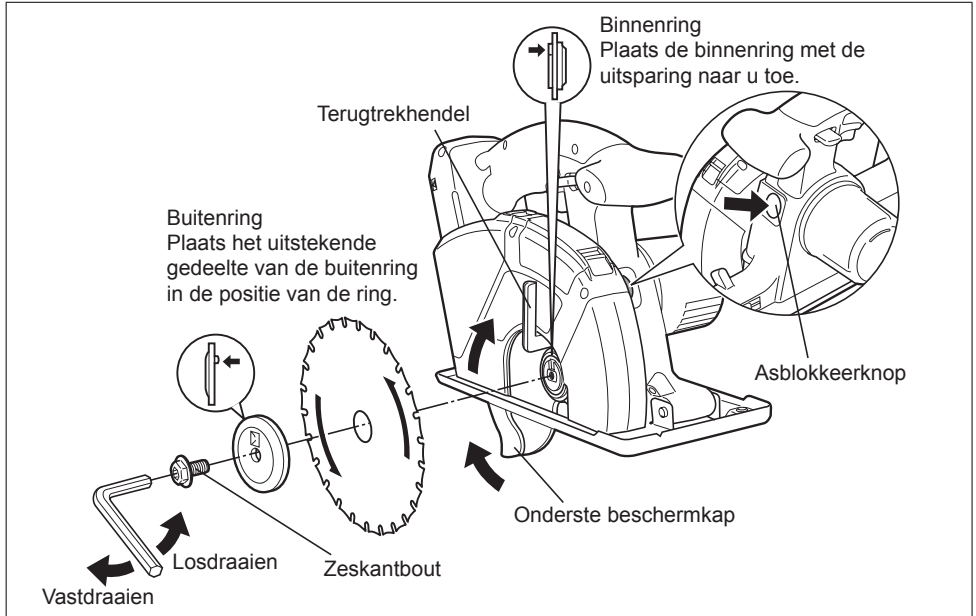

Fig.4
2. Is het zaagblad gemonteerd zoals het hoort? Controleer of de zeskantbout stevig is vastgedraaid. [Fig.4]
4. Monteer het zaagblad zoals afgebeeld. [Fig.4]